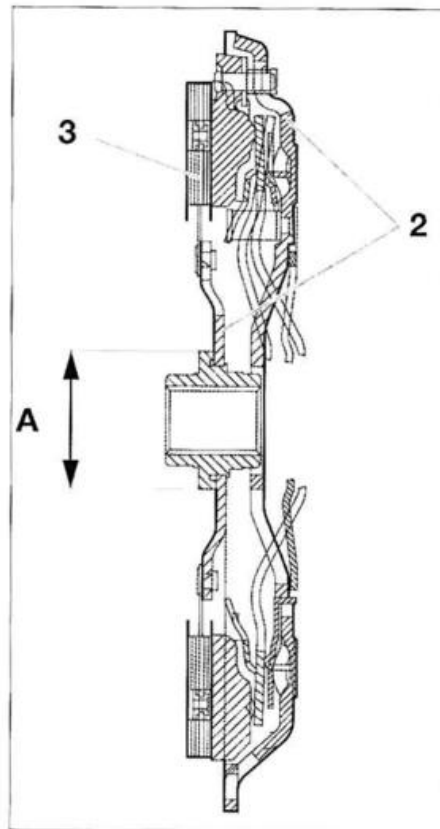
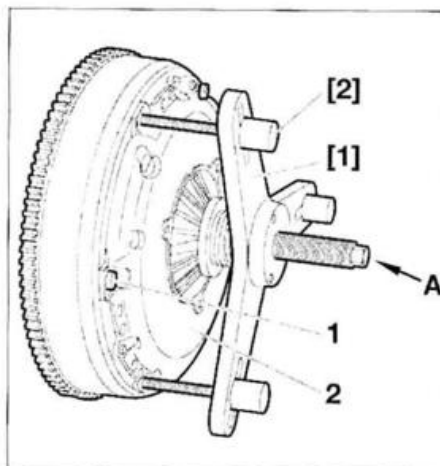

FIG. 3
FIG. 4
- Colocar el disco de embrague (3).
Disponer el diámetro mayor (A) del cubo del disco de embrague lado volante motor (fig. 3).
- Centrar el disco de embrague (3) con el eje guía de centrado de embrague ref. 0217.C1.
- Montar el mecanismo de embrague (2) (fig. 4).
- Poner los útiles [1] (compresor de mecanismo de embrague ref. 0217. A) y [2] (varilla de sujeción $\varnothing 8$ mm ref. 0217.B2) en el mecanismo de embrague.
- Atornillar las 3 varillas de sujeción [2] en lugar de los tornillos (1).
- Apretar el tornillo "A" del útil [1] para comprimir el mecanismo de embrague (2).
- Montar los tornillos (1) y apretarlos a $2 \pm 0,2$ daNm.
- Aflojar el tornillo "A" del útil [1] algunas vueltas para destensar el mecanismo de embrague (2).
- Colocar los tornillos (1) restantes.
- Apretar los tornillos (1) a $2 \pm 0,2$ daNm.
- montar el mecanismo de embrague (2) sin el disco de embrague (3).
- poner los útiles [1] y [2] en el mecanismo de embrague (fig. 4).
- atornillar las 3 varillas de sujeción [2] en lugar de los tornillos (1).
- atornillar el tornillo "A" del útil [1] para comprimir el mecanismo de embrague (2).